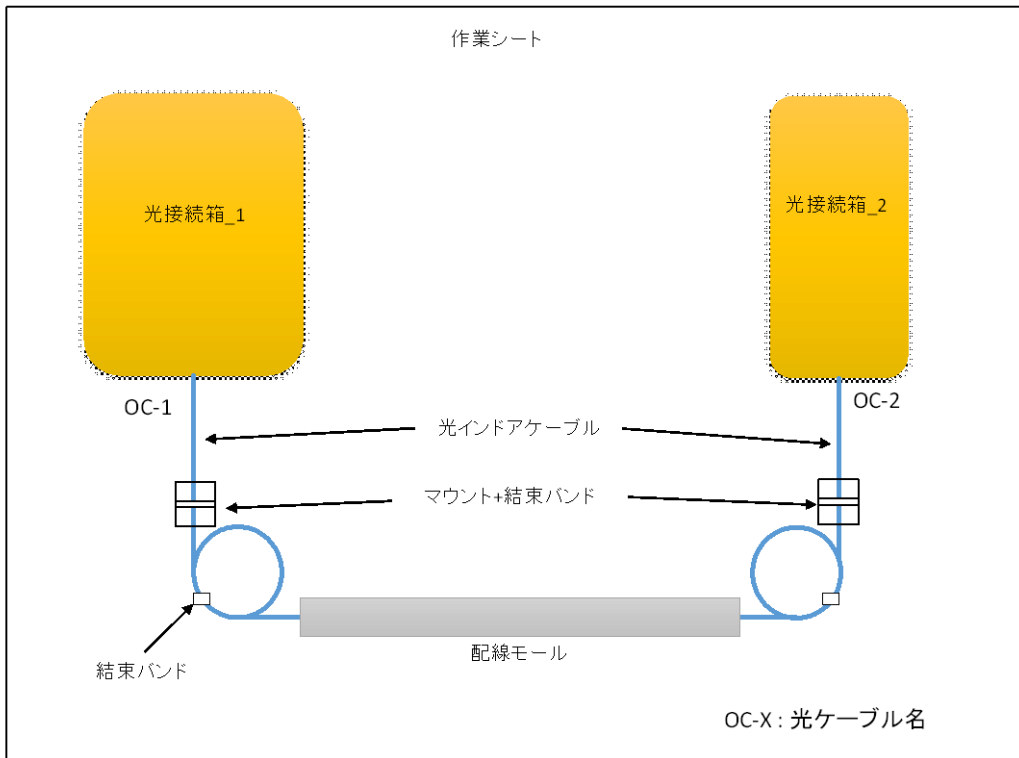

図 1 配置図
- ・ 各ケーブルの両端及び光接続箱に識別ラベルを取り付ける。ラベルは、図 1 に記載のケーブル名及び光接続箱名とする。